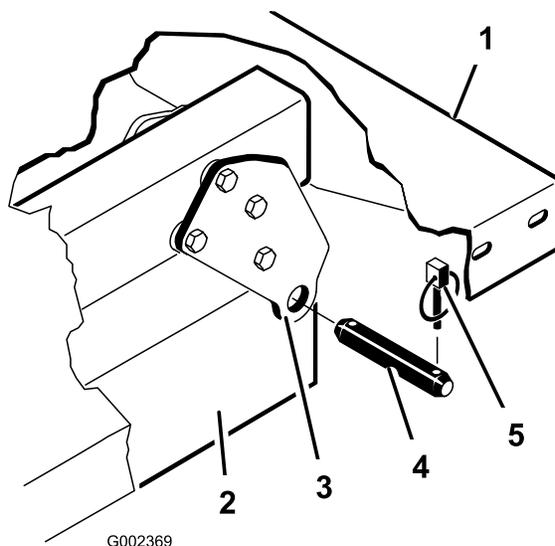

図 33
**注** 後部のピボットプレートは下端を後部に向けて荷台フレームチャンネル鋼材にボルトで固定されています(図 33)。